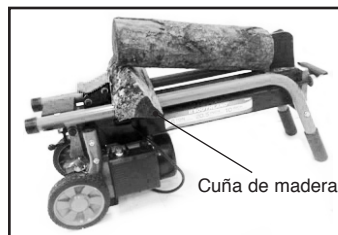

Fig 6
2. Después del retracto completo del ariete, inserte una cuña de madera debajo del tronco atascado. (Fig 6)